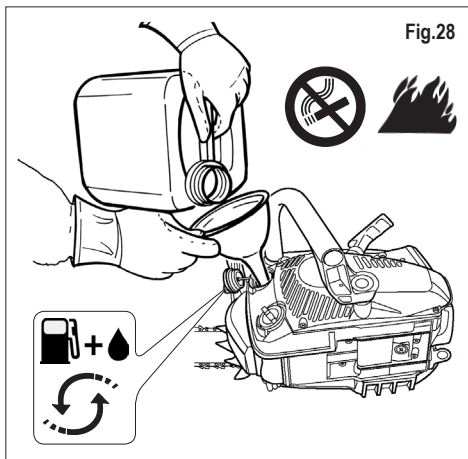

Fig.28
**3)** Prepare la mezcla de carburante y abastézcase únicamente al aire libre (fig.28).